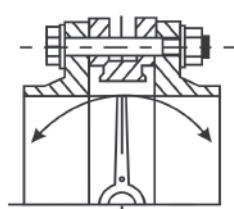

Рис. 3 (правильно)
7. Перед началом монтажа важно убедиться, что внутренний диаметр фланцев соответствует номинальному диаметру дискового поворотного затвора (рис. 3).